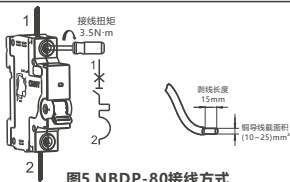

图5 NBDP-80接线方式
5.4 适用于铜导线连接，导线选择见表2，接线方式及剥线长度示意如下图5